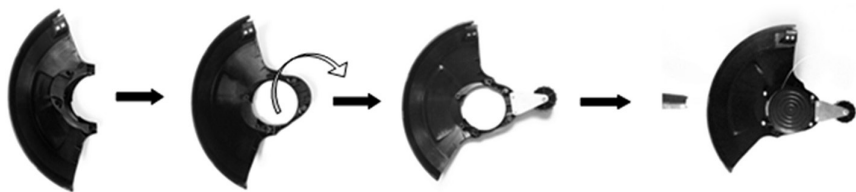

Рис. 2 Установка защитного кожуха
3. Присоедините к защитному кожуху ограничительный ролик с кронштейном, закрепив его двумя винтами (Рис. 2).
4. Закрепите защитный кожух на корпусе двигателя четырьмя винтами (Рис. 2).